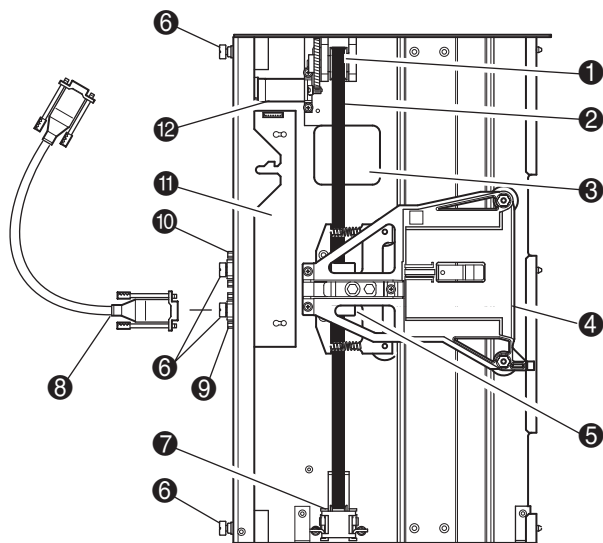

Figura 2-5: Unità PTM di base
L'unità PTM di base è assemblata in fabbrica e contiene i componenti riportati di seguito (vedere la Figura 2-5).
6. Capovolgere l'unità PTM di base e rimuovere la cinghia di trasmissione dal carrello elevatore, dalla rampa tendicinghia e dalla puleggia folle (vedere la Figura 2-5).